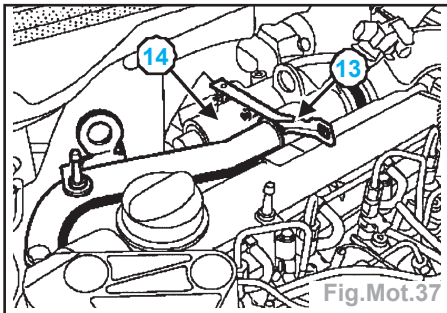

Fig.Mot.37
- Déposer (Fig.Mot.37) :
- la patte (13),
- l'écran thermique de recirculation des gaz d'échappement (14).